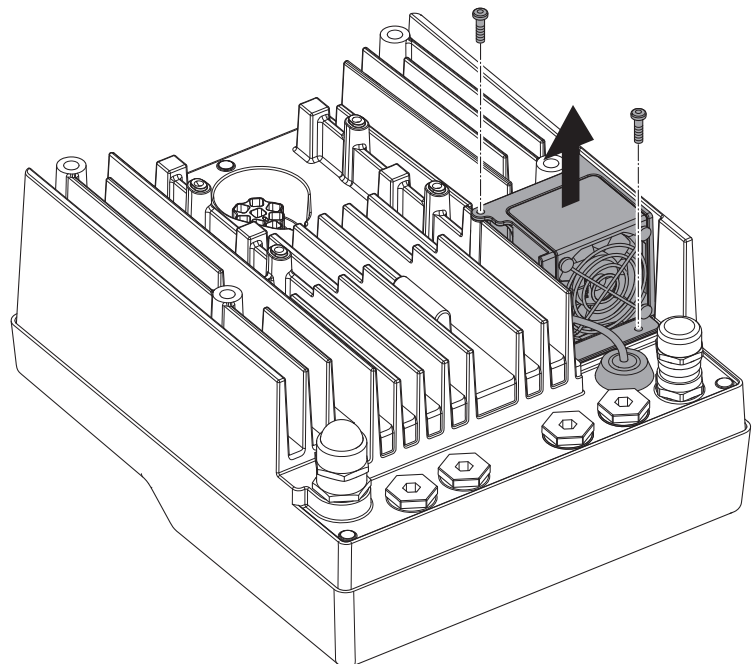

Fig. 47: Modulario ventiliatoriaus išmontavimas
- Atlaisvinkite modulio ventiliatoriaus varžtus (Fig. 47).